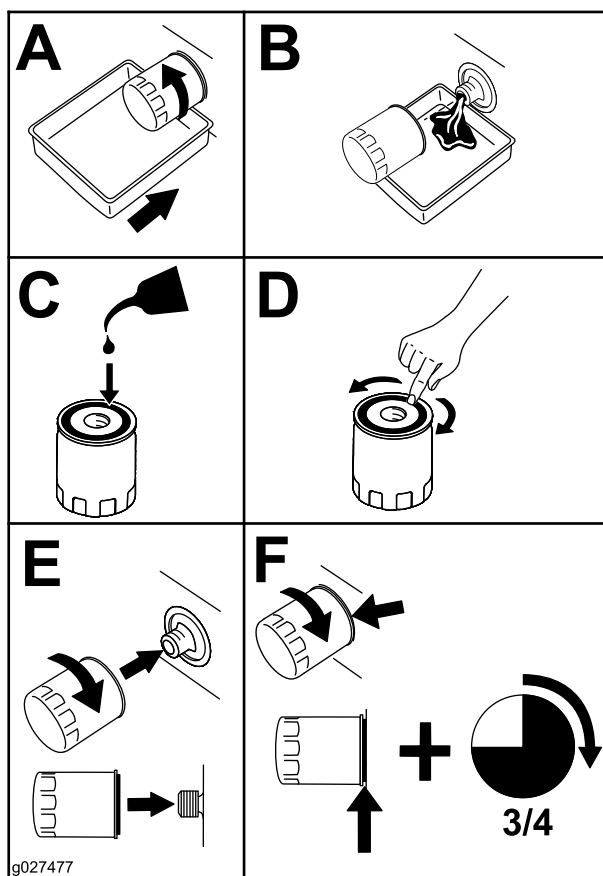

Figura 21
3. Remova o filtro de óleo do motor (Figura 21). Depois de o óleo ser drenado, instale um novo filtro de óleo.